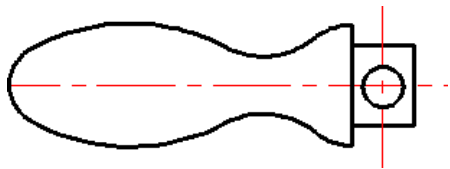

图 17.4.14 绘制第五个圆
Step13. 绘制第五个圆，如图 17.4.14 所示。
- (1) 切换图层。在“图层”工具栏中，选择“轮廓线层”图层。
- (2) 在命令行中输入字母 C 后按 Enter 键，捕捉水平中心线和垂直中心线的“交点”